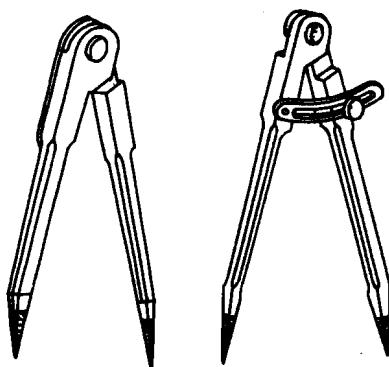

图 2.7 划规
(7)划规(图 2.7) 用来划圆和圆弧、等分线段、等分角度以及量取尺寸等。